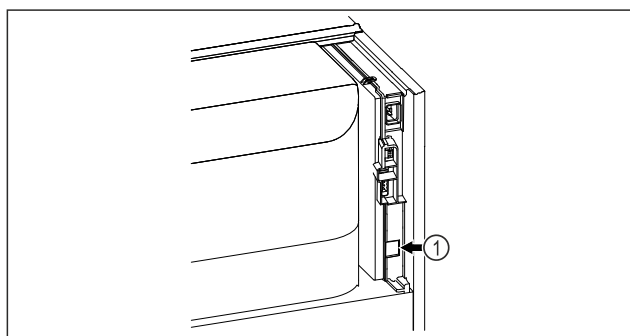

Fig. 77
- SmartModule Fig. 77 (1) je nasadený.